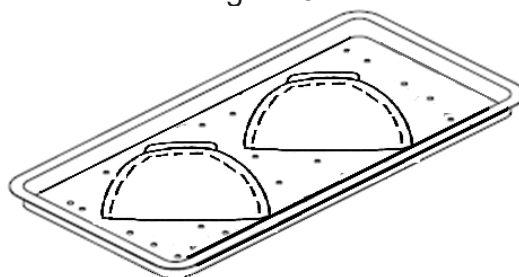

Figura 6
9. Los recipientes redondos, bandejas, recipientes hondos, etc., deben colocarse boca abajo según se muestra en la Figura 6.